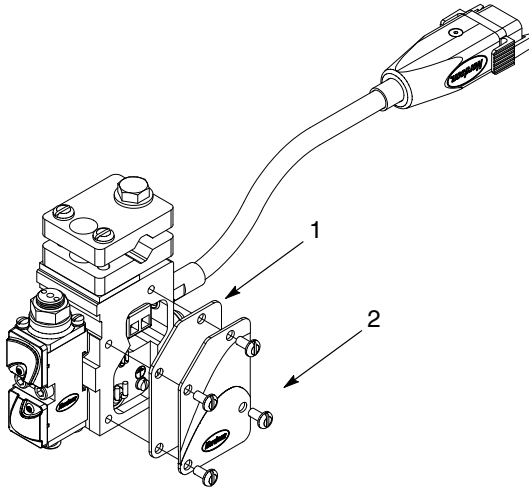

Figura 19: Posizione corretta della guarnizione sugli applicatori a tenuta stagna
4. Reinstallare il coperchio del collettore sul lato più vicino al punto in cui il cavo si collega al collettore. Assicurarsi che la guarnizione sugli applicatori a tenuta stagna sia in buone condizioni e posizionata correttamente, come mostrato nella Figura 19.